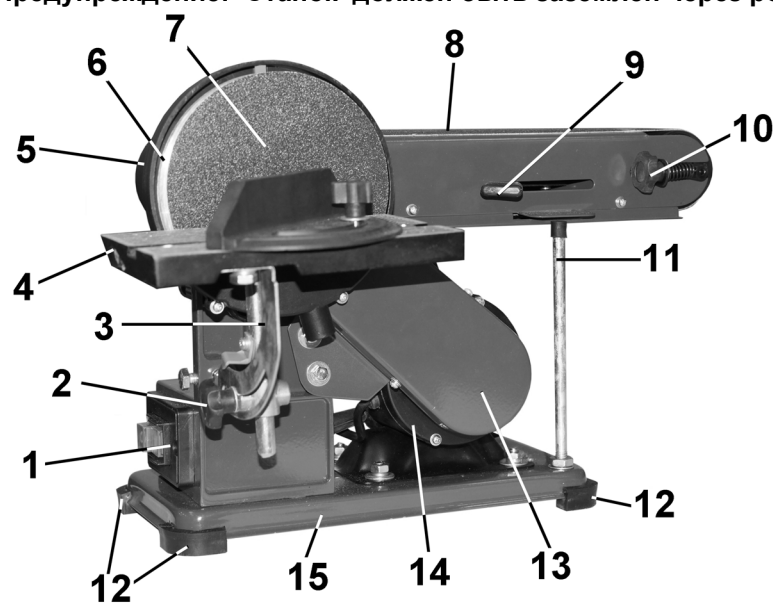
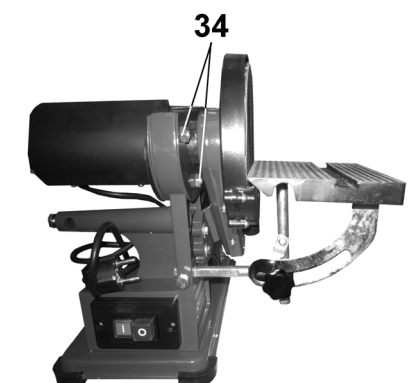

Рис. 2
Рис.7
12.1. Смена и регулировка шлифовальной ленты (Рис. 2)
12.1.1. При необходимости установки новой шлифовальной ленты (31) переместите рукоятку (9) в сторону ведомого ролика шлифовальной ленты. Когда шлифовальная лента (31) ослабнет, снимите старую шлифовальную ленту и замените ее новой. Переместите рукоятку (9) в сторону ведущего ролика шлифовальной ленты. Проверьте правильность установки шлифовальной ленты (31) вращением ее вручную в направлении ведущего ролика. Если траектория шлифовальной ленты (31) проходит не по центру, отрегулируйте ее вращением винта регулировки (10), Рис.2. При включении станка шлифовальная лента (31) должна находиться в средней части роликов.
12.3.1. Демонтируйте шлифовальный диск (6) и защитный кожух (5), Рис.3, и кожух ремня (13), Рис.2.
12.3.2. Ослабьте четыре болта крепления двигателя к станине (15), Рис.2.
12.3.4. Отрегулируйте натяжение нового ремня и затяните болты крепления двигателя к станине (15), Рис.2.
12.3.5. Установите и закрепите кожух ремня (13), Рис.2. Установите шлифовальный диск (6) и защитный кожух (5), Рис.3.
Установите четыре резиновые опоры (18), Рис.3, на углы основания (15), Рис.2. Установите станок на горизонтальную ровную и устойчивую поверхность верстака, исключив возможность опрокидывания станка при работе.
9.2. Регулировка ленточно-шлифовального узла (Рис. 7, 8)
Ослабьте две фиксирующие гайки (34), как показано на Рис.7 и установите стол шлифовальной ленты (8), Рис.2, на нужный угол от 0° до 90°. Положение надёжно закрепите фиксирующими гайками (34).